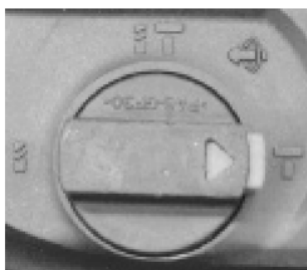

Fig. 7 – Modo rompedor
selector (5) para la posición , conforme muestra la Fig. 7.